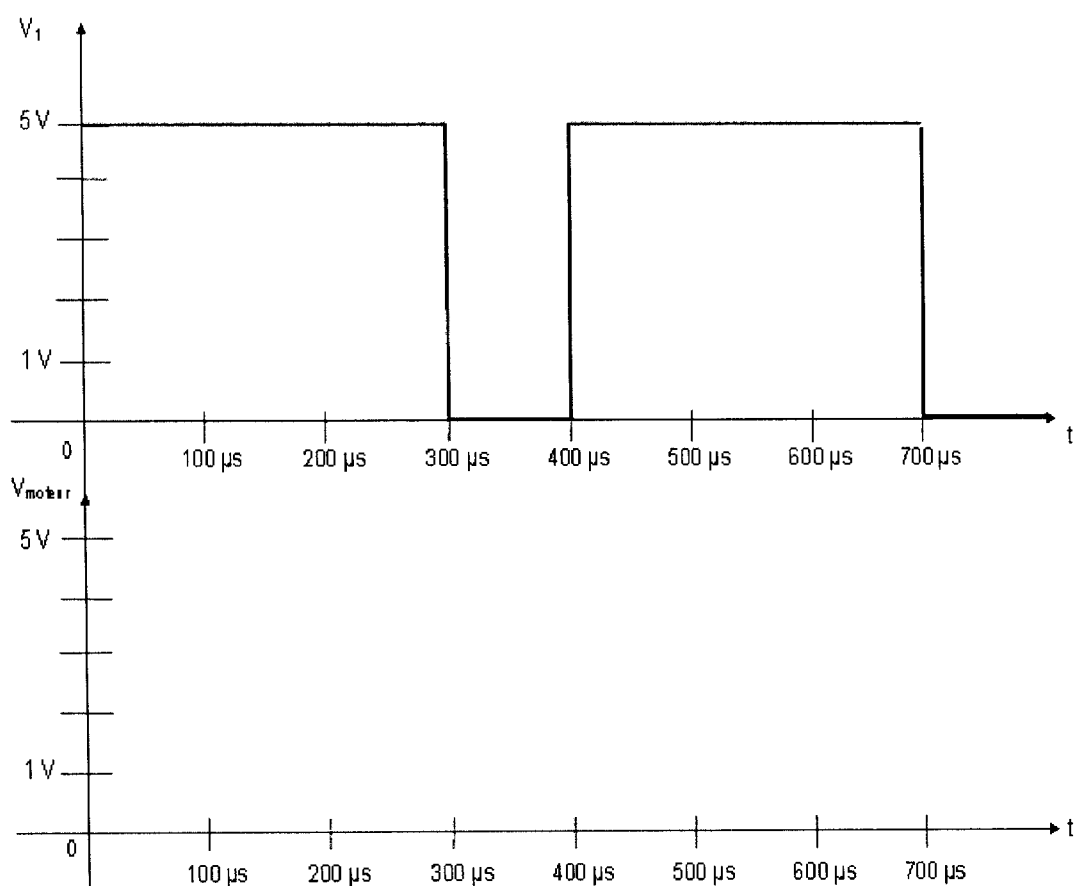

FIGURE 13
Ceci permet d'obtenir une tension  $V_1$  représentée sur la FIGURE 13 du DOCUMENT RÉPONSE N°5.
2.6 En déduire l'expression de  $V_{\text{moteur}}$  (tension de sortie du filtre  $R_1C_1$ ) et la représenter sur la figure 13 du DOCUMENT RÉPONSE N°5.